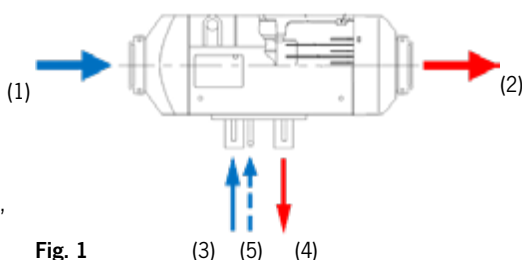
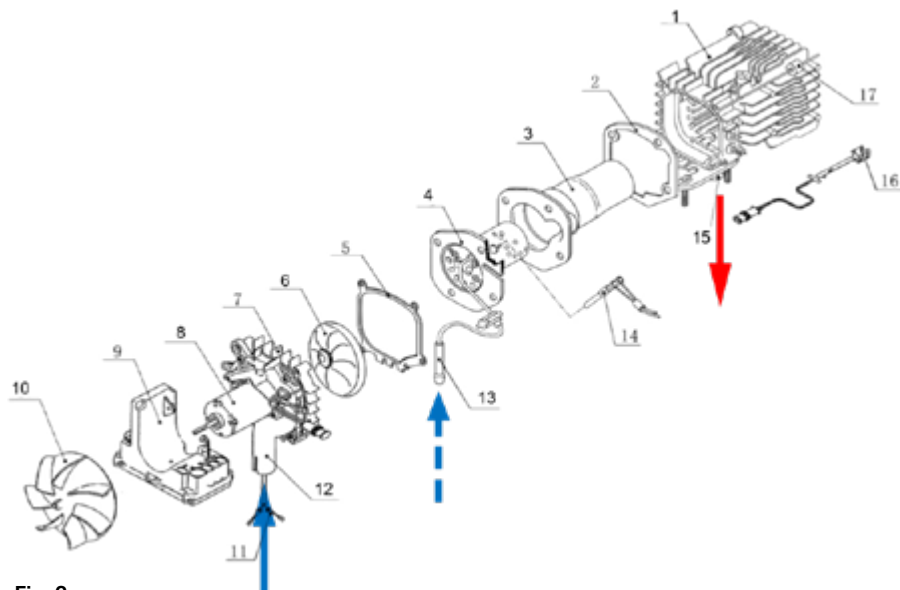
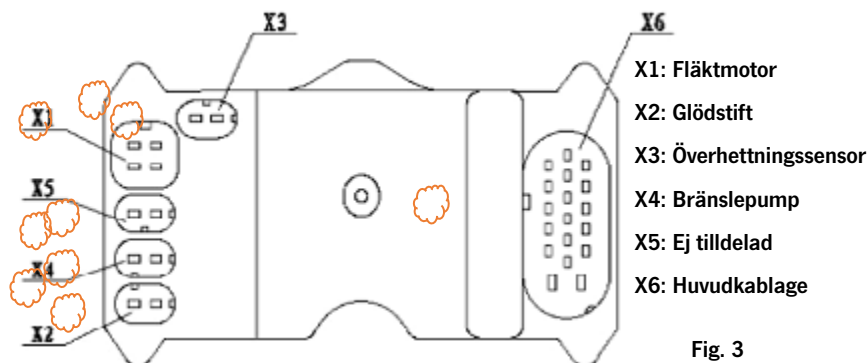

Fig. 1
Fig. 2
Fig. 3
Denna ugn består av en brännare [Sida 80 Fig. 2 (4)]
Kall luft sugas in i denna passage av impellern [Fig. 1 (1)] [Sida 80 Fig. 2 (10)]. Efter att ha passerat värmeväxlaren blåses varm luft ut [Fig. 1 (2)].
För förbränningsprocessen måste värmaren förses med bränsle och frisk luft. Bränslet kommer in i brännaren genom bränslerörsinloppet [Fig. 1 (5)] [Sida 80 Fig. 2 (13)] och antänds av glödstiftet [Sida 80 Fig. 2 (14)] efter finfördelning. Flamman kommer in i mellanrummet mellan brännarens väggar [Sida 80 Fig. 2 (4)] och förbränningskammaren [Sida 80 Fig. 2 (3)] på brännarens baksida.
Förbränningsluften tillförs via luftintaget [Fig. 1 (3)] [Sida 80 Fig. 2 (12)]. Den inre tilluftsfläkten [Sida 80 Fig. 2 (6/8)] pressar in luften i brännaren. Efter förbränningen av blandningen av luft och förångat bränsle släpps avgaserna ut genom avgasröret [Fig. 1 (4)] [Sida 80 Fig. 2 (15)].
Styrenheten [sidan 80, fig. 2 (9)] är placerad i den främre delen av värmaren bakom fläkten för uppvärmningsluften. Dess huvudsakliga uppgifter består i att samla in alla data från värmaren (t.ex. temperaturgivare, drivkrets, frekvens, rotationshastighet, spänning m.m.). Baserat på dessa data automatiserar styrenheten uppvärmningsprocessen, systemövervakningen och hanteringen av systemfel.
Överhettningssensorn [sida 81, fig. 3 (X3)] är monterad på värmeväxlarens bakre yttervägg [sida 80, fig. 2 (16)]. Om aluminiumets temperatur överstiger en definierad övre gräns stängs bränslepumpkretsen av av styrenheten och bränsletillförseln avbryts omedelbart. Därefter stängs värmaren av för att förhindra överhettning.